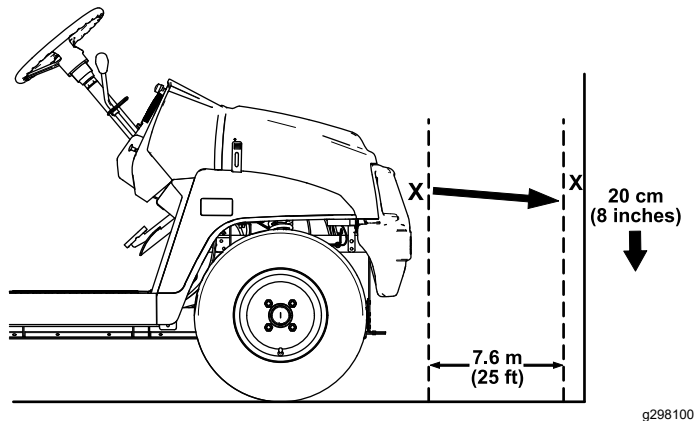

Figure 40
1. Garez la machine sur une surface plane et horizontale, avec les phares à environ 7,6 m de distance d'un mur (Figure 40).
La partie la plus brillante du faisceau doit se trouver 20 cm en dessous du repère que vous avez tracé sur le mur (Figure 40).